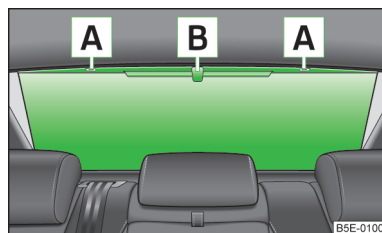

Fig. 41
- Attrapez la poignée **B** » fig. 41.